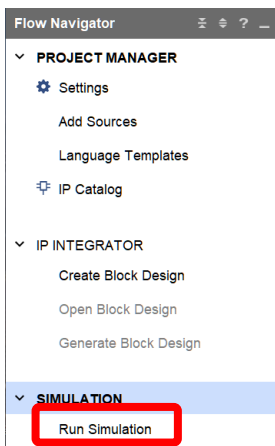

図 11.27 シミュレーションの手順 9
- 9) 図 11.27 のように、左のメニューより「Run Simulation」→「Behavioral Simulation」を選択する。その後、シミュレーションが実行される。なお、Behavioral Simulation は、回路の遅延等を考慮せず設計した回路の振る舞いを確認するシミュレーションである。したがって、配線の遅延等は考慮されていないため、FPGA に実装した際のシミュレーションを行うためには、これ以外のシミュレーションを選択する。